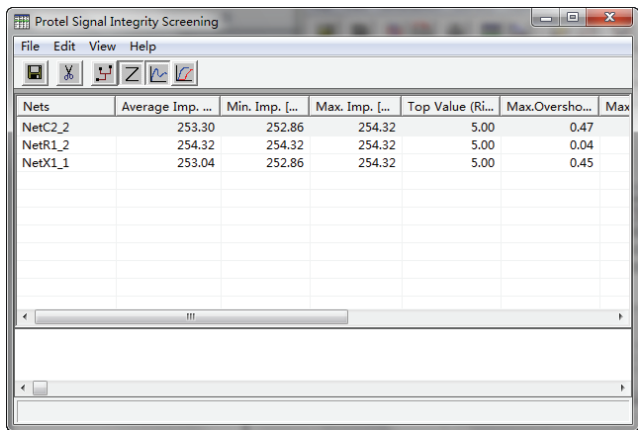

图 7-39 信号完整性分析的 Screening 窗口
4) “Screening” 选项：该选项允许用户对当前仿真栏内的所有网络标号的信号完整性分析有一个总体的浏览，也可以单击按钮  激活该命令。仿真器中的 “Screening” 窗口如图 7-39 所示。